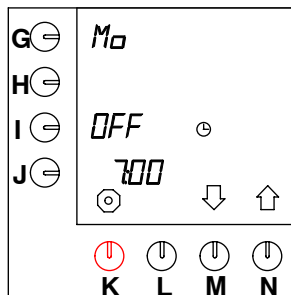

Fig. 43 Precalentamiento del contenedor
- El display muestra "0" en la posición adjunta a la de la tecla de programación (I.), ver fig. 43 .